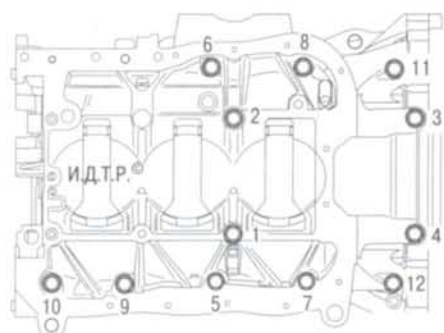

Рис. 5.24. Порядок затяжки болтов крепления усилителя блока цилиндров
4. Выверните двенадцать болтов крепления усилителя к блоку цилиндров в порядке, обратном их затяжке при установке (см. рис. 5.24).
7. Установите усилитель блока цилиндров и затяните болты его крепления моментом (26±1) Н·м в порядке, указанном на рис. 5.24.